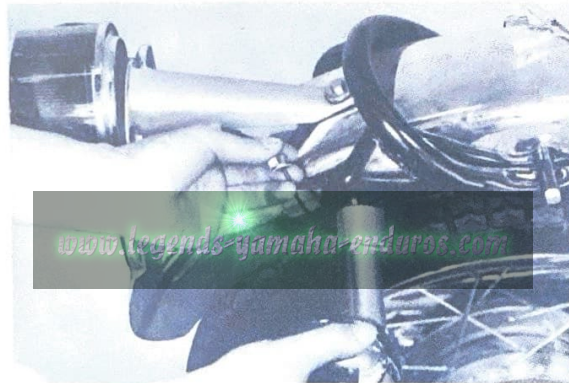

Fig. 48
1. Install both the flasher light assembly and collar while aligning them with the locating pin. Refer to the Fig. 48.
1. Poser ensemble chaque clignoteur arrière et son entretoise, en ayant soin d'ajuster l'ergot de positionnement du clignoteur dans l'entretoise. Voir la Fig. 48.